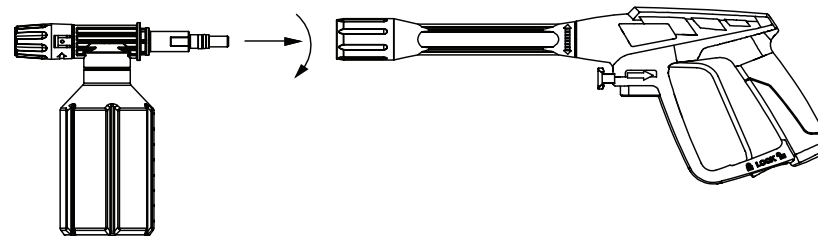

Рис. 16 – Установка на распылитель устройства для нанесения моющего средства
4. Закрепите на распылителе устройство для нанесения моющего средства (см. рис. 16).